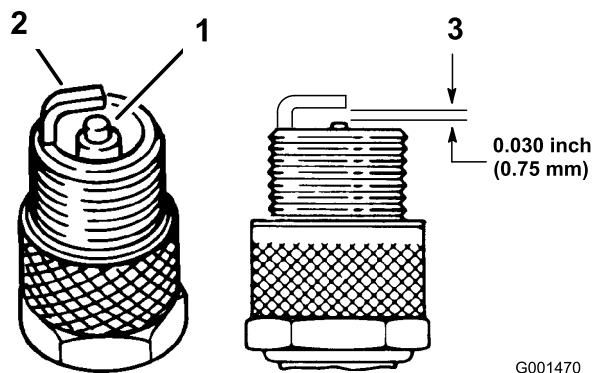

Figure 24
- Contrôlez l'écartement entre l'électrode centrale et l'électrode latérale (Figure 24). Courbez l'électrode latérale (Figure 24) si l'écartement est incorrect.
- Examinez le centre des bougies (Figure 24). Si le bec de l'isolateur est recouvert d'un léger dépôt gris ou brun, le moteur fonctionne correctement. S'il est recouvert d'un dépôt noir, cela signifie généralement que le filtre à air est encrassé.
3. Connectez les bougies (Figure 24).